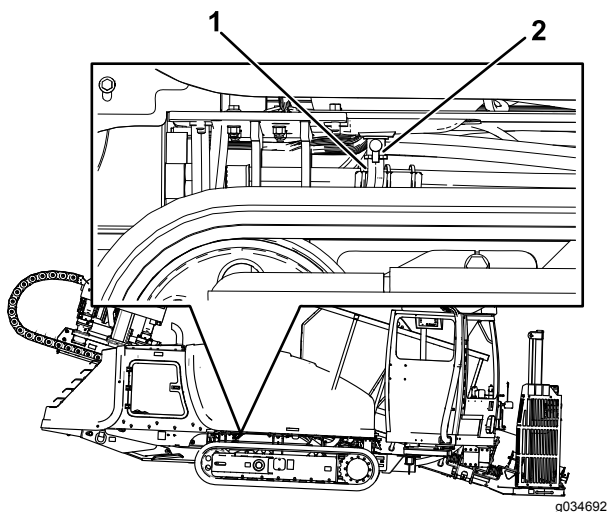

Рисунок 94
2. Убедитесь, что сливной шланг (Рисунок 94) аккуратно вытянут вверх и что конец шланга помещен в сливной поддон.
3. Откройте сливной кран (Рисунок 94).
5. Когда масло перестанет течь, закройте сливной клапан (Рисунок 94).
6. Установите сливной шланг обратно в исходное положение (Рисунок 94).